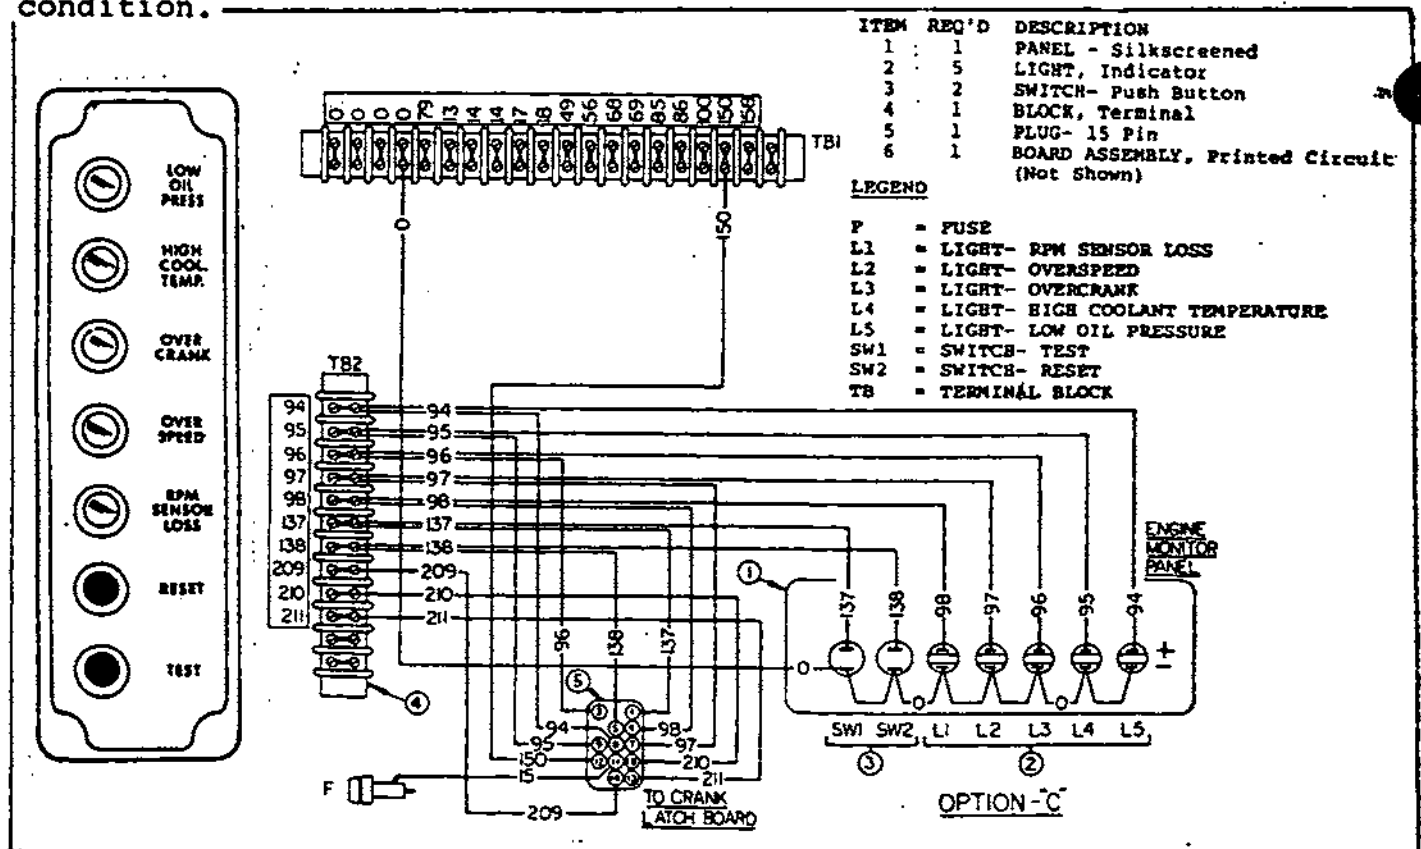

Figure 3.7-A. The Option "C" Engine Monitor Panel
3.7.1- GENERAL (Figure 3.7-A)
3.7.2- LOW OIL PRESSURE ADVISORY LIGHT (Figure 3.7-A)
3.7.3- HIGH COOLANT TEMPERATURE ADVISORY LIGHT (Figure 3.7-A)
3.7.4- OVERCRANK ADVISORY LIGHT (Figure 3.7-A)
3.7.5- OVERSPEED ADVISORY LIGHT (Figure 3.7-A)
3.7.6- RPM SENSOR LOSS ADVISORY LIGHT (Figure 3.7-A)